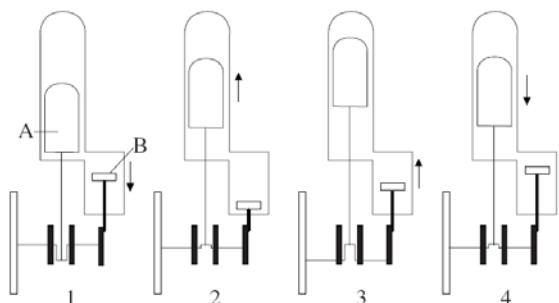

Fig. 1 Esquema do modo de funcionamento
- O ciclo de Stirling ideal ocorre em 4 tempos (vide fig. 1):